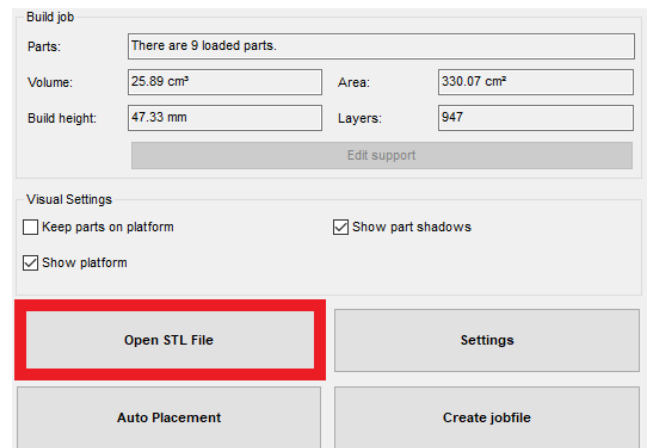

Abbildung 3: Open STL File
- **Mit dem Datei-Explorer öffnen:** Drücken Sie die **Open STL File** Schaltfläche (Abbildung 3). Daraufhin öffnet sich ein **Explorer-Fenster**, von dem aus Sie die Datei auswählen und öffnen können.